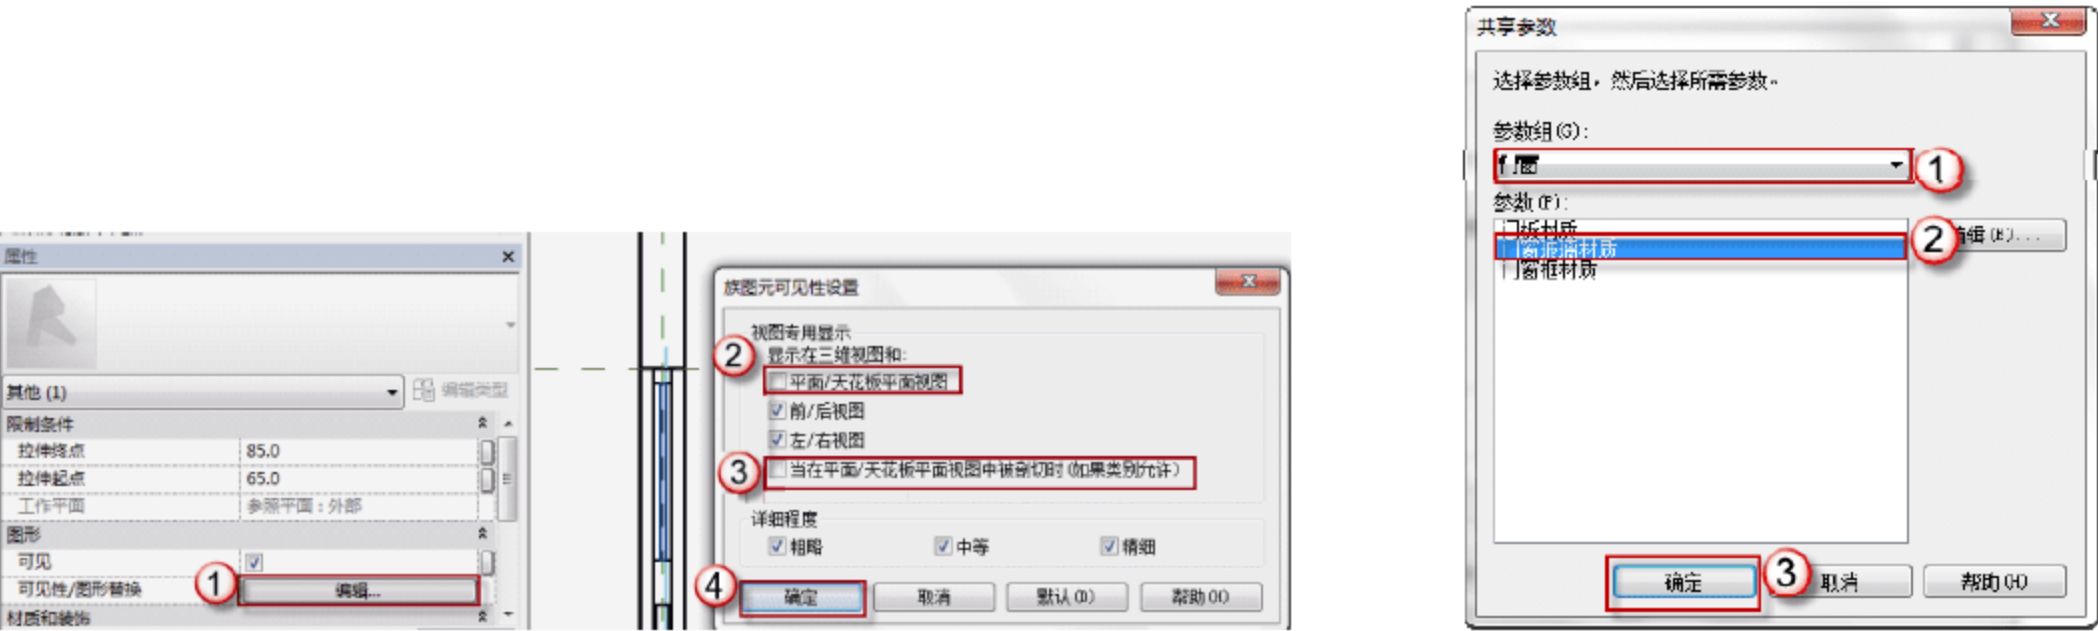

图 7.2.20 修改 MQ6596 转角幕墙窗户玻璃的可见性 图 7.2.21 编辑 MQ6596 转角幕墙窗户玻璃材质
(18) 修改 MQ6596 转角幕墙窗户玻璃的可见性。在“属性”面板中，单击“图形”栏“可见性/图形替换”后的“编辑”按钮，弹出“族图元可见性设置”对话框，取消“平面/天花板平面视图”和“当在平面/天花板平面视图中被剖切时（如果类别允许）”复选框的选择，单击“确定”按钮，如图 7.2.20 所示。